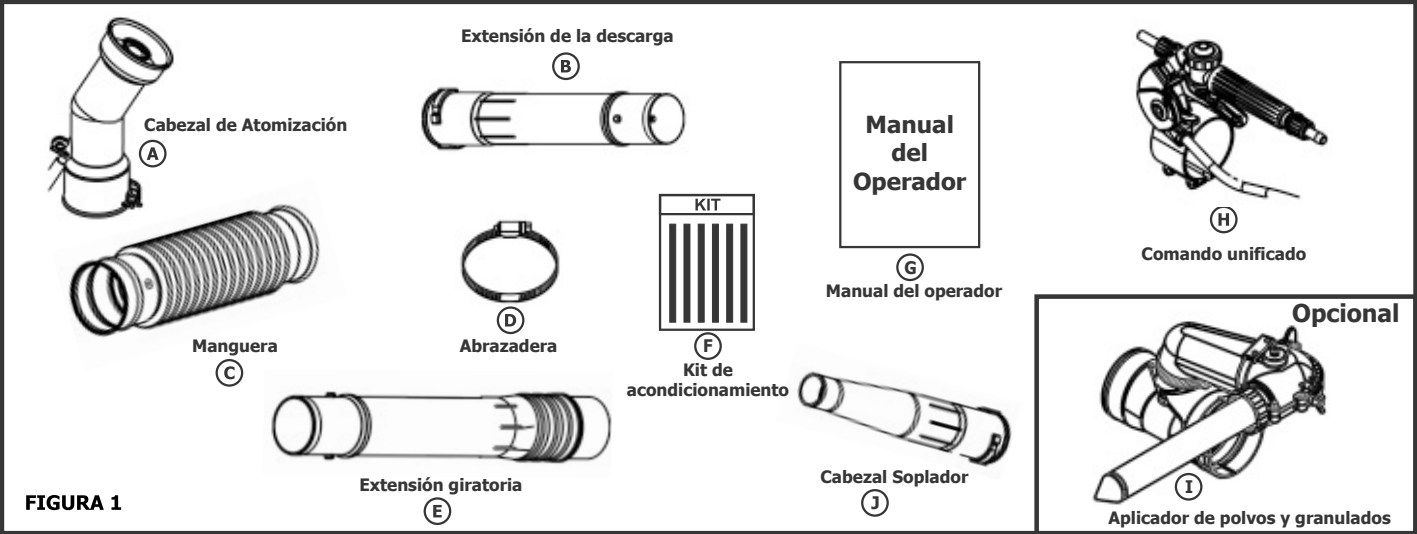

FIGURA 1
Retire el cabezal de atomización (A – Figura 1) de líquidos conjuntamente con la manguera y guárdelo. En su lugar encaje manualmente el cabezal soplador (J) en la extensión (B), y de un pequeño giro a la derecha, hasta escuchar un “CLICK”, que indicará que la pieza está debidamente ajustada conforme figura 5.